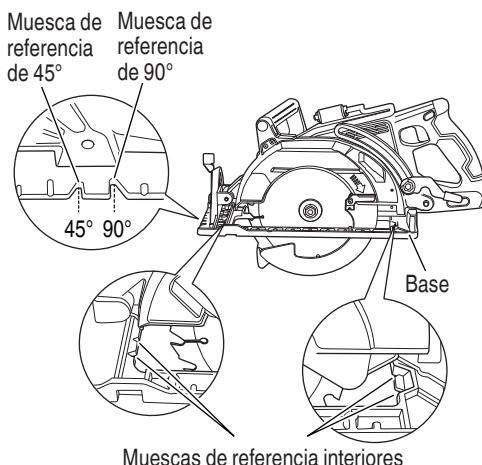

Fig. 27
- (1) La parte delantera de la base tiene una muesca de referencia de 90° y una muesca de referencia de 45° para el corte vertical y en bisel. Las muescas de referencia le permiten guiar la sierra por las líneas de corte marcadas en la pieza de trabajo. Asimismo, la sierra tiene las muescas de referencia interiores ubicadas en el interior de la base, como se muestra en la Fig. 27, para mantener el corte recto.
- (2) Cuando la base no está inclinada, use el lado derecho de la muesca. Si la base está inclinada (45 grados), use el lado izquierdo de la muesca (Fig. 27).
- (4) Incline la sierra hacia adelante y alinee la ranura (Fig. 27) con la línea guía premarcada.
- (5) Suelte la palanca. Cuando la cubierta de protección inferior entre en contacto con la superficie de la pieza de trabajo, ésta estará en la posición apropiada para abrirse libremente cuando comience el corte.
- (6) Sujetando la sierra, con la hoja alejada de la superficie de la pieza de trabajo, tire del interruptor disparador.
- (7) Tras alcanzar la sierra la máxima velocidad, baje poco a poco la parte trasera de la sierra hasta que su base se apoye en la superficie de trabajo.
- (8) Avance la sierra a lo largo de la línea de corte hasta llegar a la esquina.
- (9) Suelte el interruptor disparador y deje que la hoja se pare por completo antes de retirar la hoja de la pieza de trabajo.
- (10) Nunca, bajo ninguna circunstancia, tire de la sierra hacia atrás mientras se mueva la cuchilla, porque podrá producirse contragolpe.
- (11) Utilice una sierra de vaivén o una sierra manual para cortar las esquinas.